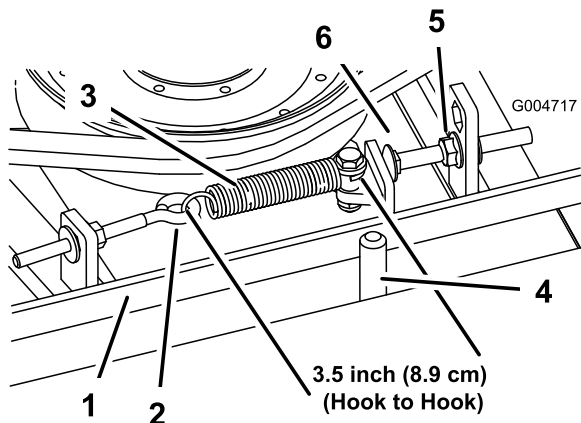

Figure 70
Lorsqu'il est correctement tendu, le ressort d'extension (d'un crochet à l'autre) doit mesurer environ $8,9 \text{ cm} \pm 6 \text{ mm}$ (intérieur). Lorsque le ressort est correctement tendu, ajustez le boulon de butée (boulon de carrossier) jusqu'à obtenir un jeu approximatif de $3 + 1,5/0,0 \text{ mm}$ entre la tête du boulon et le bras de la poulie de tension (Figure 70).
Remarque: La courroie doit être placée du côté ressort du guide (Figure 70).
2. Desserrez le boulon à œil pour pouvoir enlever le ressort d'extension (Figure 70).
3. Desserrez l'écrou à embase qui fixe le boulon de butée à la patte de montage. Reculez l'écrou suffisamment pour que le bras de la poulie de tension passe le boulon de butée (Figure 70). Éloignez la poulie de tension de la courroie pour détendre cette dernière.
8. Raccrochez le ressort d'extension (Figure 70) au boulon à œil et tendez la courroie comme suit :